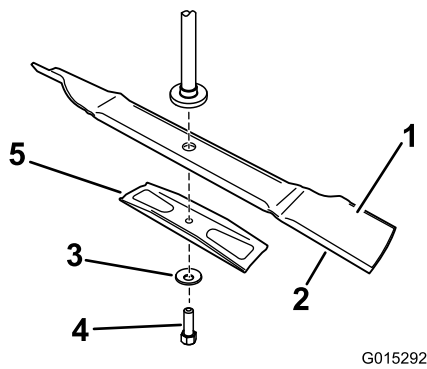

Figura 46
sentido contrário ao dos ponteiros do relógio), a anilha curva, esticador de lâmina e lâmina do eixo (Figura 46).
1. Instale a lâmina no veio (Figura 46).
2. instale um esticador de lâmina, a anilha curva (lado oval virado para a lâmina) e o parafuso da lâmina (rodando-o no sentido dos ponteiros do relógio) (Figura 46).